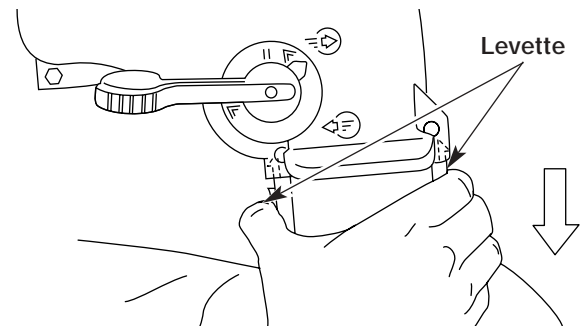

Fig. 20
1. Premere le levette poste ai lati dell'adattatore del sacco per l'aspirazione e contemporaneamente tirare per toglierlo dall'apparecchio (Fig. 20).